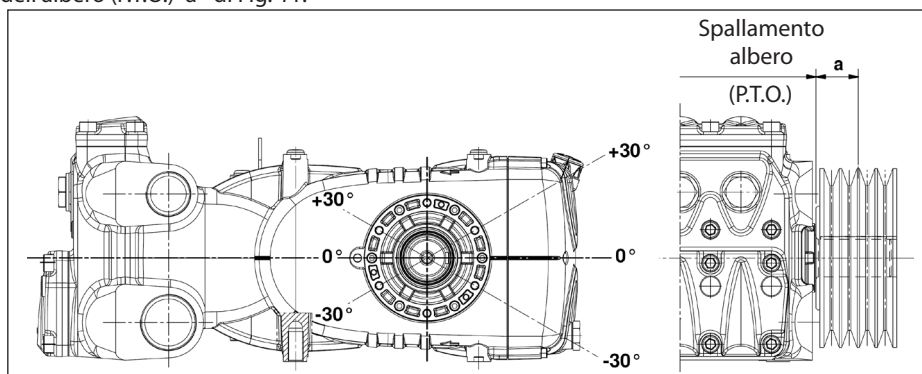

Fig. 11
La trasmissione è considerata adeguata se tale carico è applicato ad una distanza massima **a = 40 mm** dallo spallamento dell'albero (P.T.O) come indicato in Fig. 11.
- b) Utilizzare cinghie ad alto rendimento - per esempio **XPB** invece di **SPB** - in quanto risulterà necessaria una quantità inferiore di cinghie a parità di potenza trasmessa ed una conseguente distanza inferiore della risultante rispetto allo spallamento dell'albero (P.T.O.) "a" di Fig. 11.
- e) Seguire la direzione del tiro cinghia come indicato in Fig. 11 per esigenze diverse contattare l'**Ufficio Tecnico** o **Servizio Assistenza Clienti**.